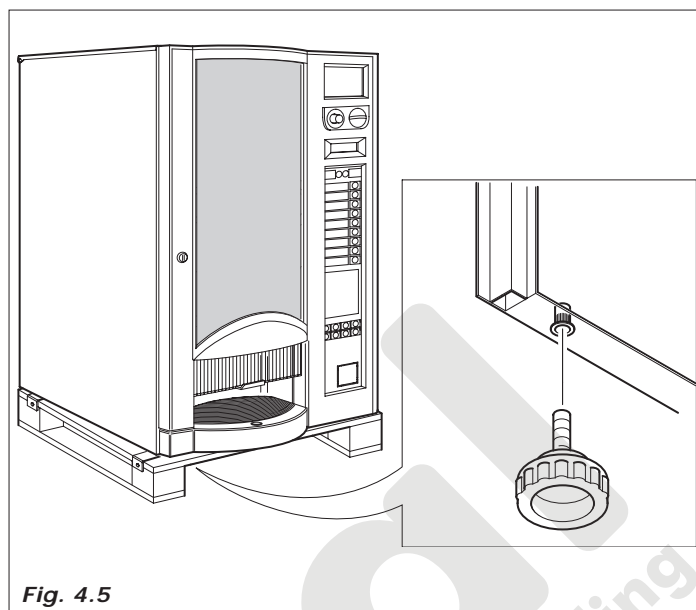

Fig. 4.5
- Liberar el pallet e introducir los 4 pies en los agujeros fileteados (Fig. 4.5) dejados libres por los tornillos (A)